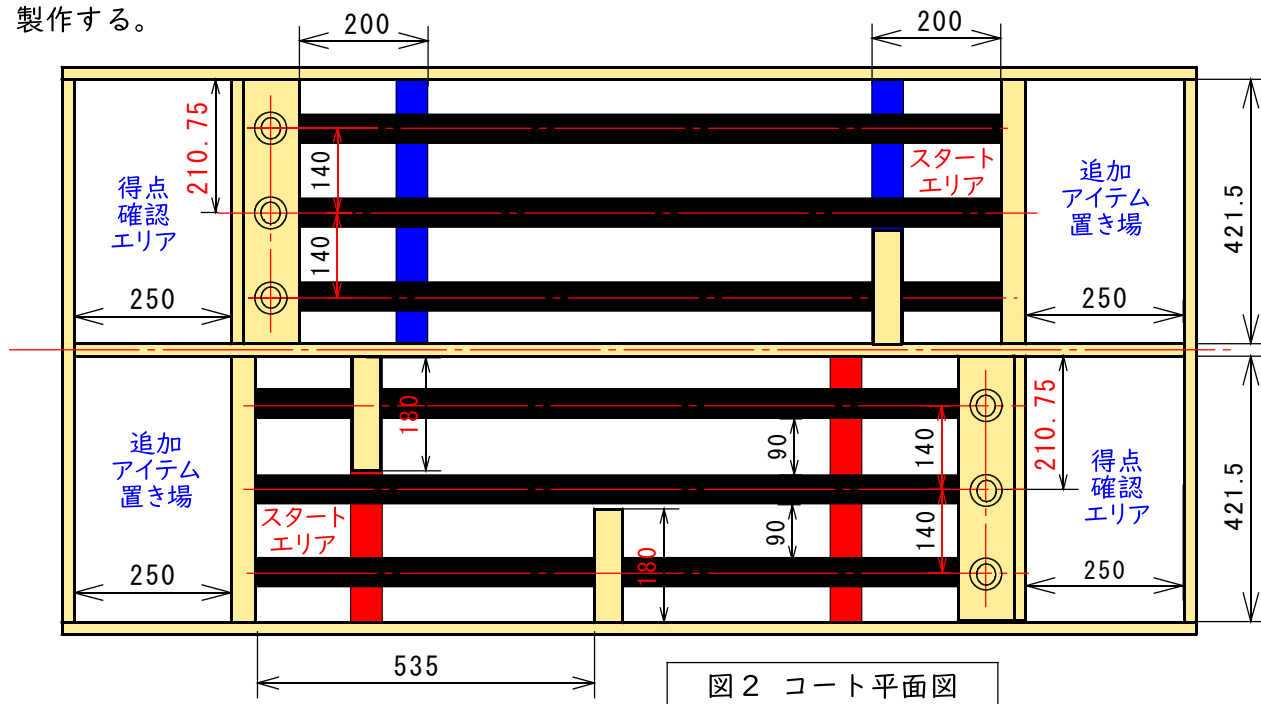

図2 コート平面図
- ・ ④旧アイテム置き場(2×4材長さ421.5)には、中心と左右に140離れた場所に(計3箇所)に、φ35深さ15程度の穴^[1]をあける。
- ・ ⑨ゴール板には中心と左右に140離れた場所に(計3箇所)に、φ60の穴^[2]をあけ、④旧アイテム置き場の上に載せる。
- ・ 赤・青・黒の幅50のクラフトテープを利用し、図2に示す位置にラインを引く。